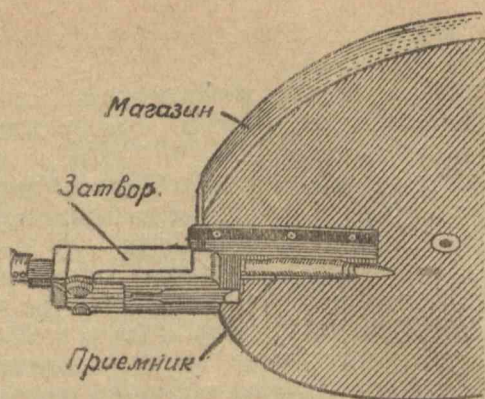

Рис. 14. Досылатель затвора выталкивает очередной патрон из приемника магазина
**Второй этап.** Досылатель затвора вытолкнет очередной патрон из приемника магазина и пошлет его в патронник (рис. 14).